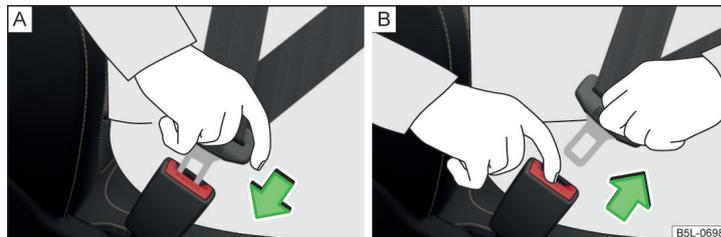

Fig. 5 Bouclage/débouclage des ceintures de sécurité
- Engagez la languette dans la boucle du siège correspondant » fig. 5 - [A] jusqu'à ce qu'elle s'enclenche de façon audible.
- Appuyez sur le bouton rouge de la boucle » fig. 5 - [B], la languette est éjectée.